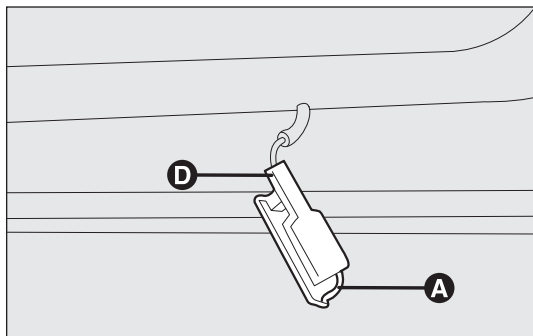

рис. 181
ФОНАРИКИ В ДВЕРЯХ ДЛЯ ОСВЕЩЕНИЯ ЛУЖ – рис. 181
- выньте плафон, надавив отверткой на пружину А – рис. 181;
- установите ламповый плафон, сначала вставив его со стороны D – рис. 181 и затем с другой стороны, чтобы был слышен щелчок блокировки.